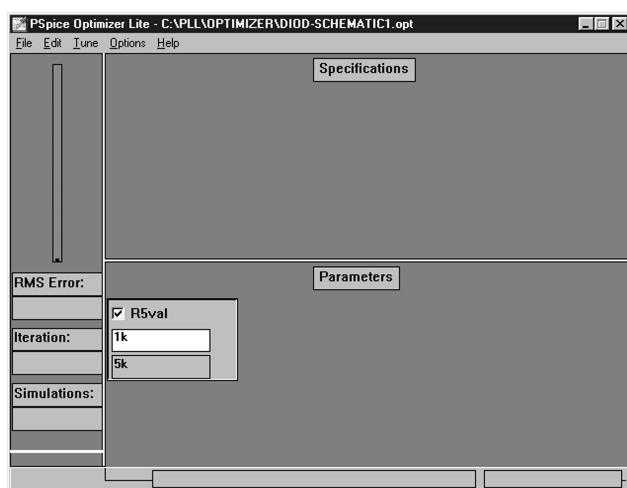

Рис. 5.4. Окно программы PSpice Optimizer
5. Запустим программу PSpice Optimizer, выбрав в программе Capture пункты меню PSpice → Run Optimizer. В результате получим окно программы PSpice Optimizer, приведенное на рис. 5.4.
Запустим процесс оптимизации, для чего в меню Tune программы PSpice Optimizer (см. рис. 5.4) выберем пункты Auto → Start. Ход процесса отображается в левой части окна PSpice Optimizer, в которой находится индикатор, показывающий, насколько далеки значения глобальных целевых функций от желаемых значений (первоначально индикатор показывает 100 %). Под индикатором находятся поля со значениями среднеквадратической ошибки (RMS Error), номера текущей итерации (Iteration), числа запусков процесса